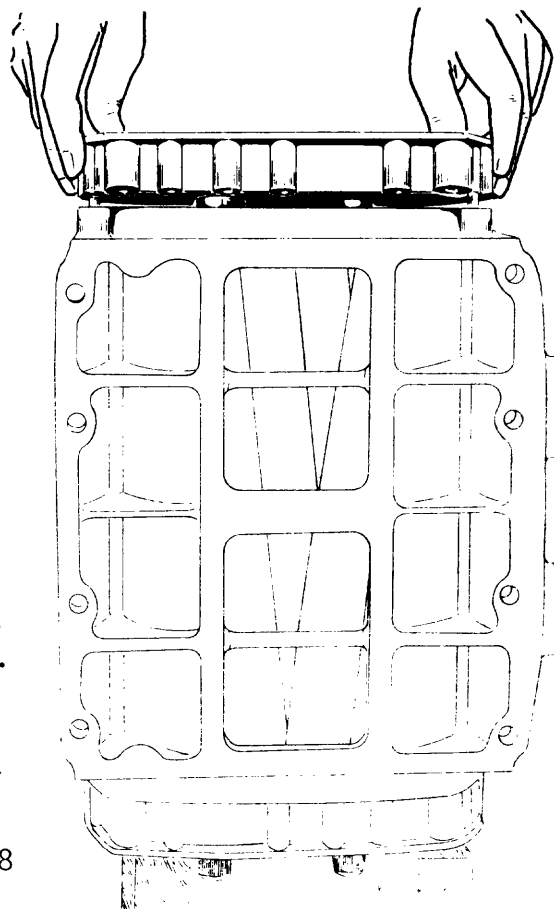

Fig. 8
- a Coloque la placa de extremo delantero de la cubierta del sobrealimentador, fijándola mediante sus tornillos de sujeción (fig. 8).